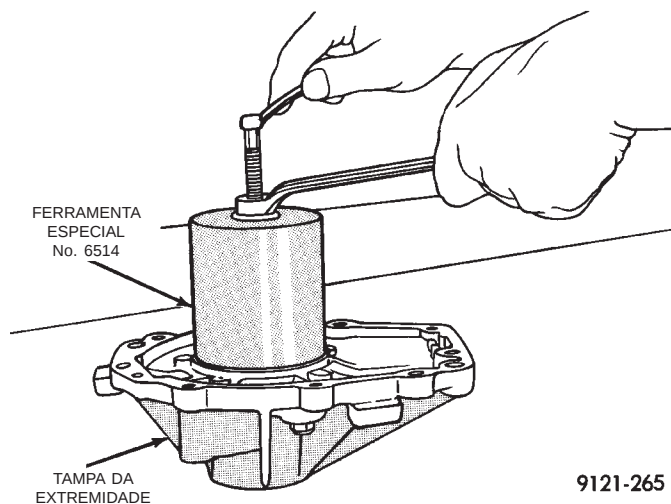

Fig. 35 Remoção da Pista do Rolamento
(3) Utilize a ferramenta especial No. 6514 e remova a pista do rolamento do diferencial localizada na tampa da extremidade (Fig. 35). A pista deve ser removida para se obter acesso à vedação.